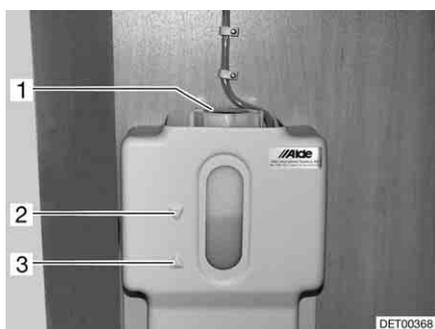

Fig. 250 Vase d'expansion pour le chauffage à eau chaude
- Contrôler si le liquide se trouve entre les marques "MIN" (Fig. 250,3) et "MAX" (Fig. 250,2) sur le vase d'expansion (Fig. 250).
- Ouvrir le bouchon du vase d'expansion (Fig. 250,1).